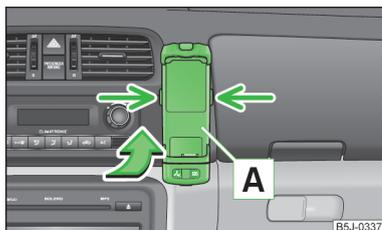

Fig. 104
- » Introducir primero el adaptador en el sentido de la flecha » fig. 104 en el soporte hasta el tope. Presionar ligeramente el adaptador hacia abajo hasta que enclave de modo seguro.
- » Presionar los enclavamientos laterales del soporte simultáneamente » fig. 104 y extraer el adaptador con el teléfono.